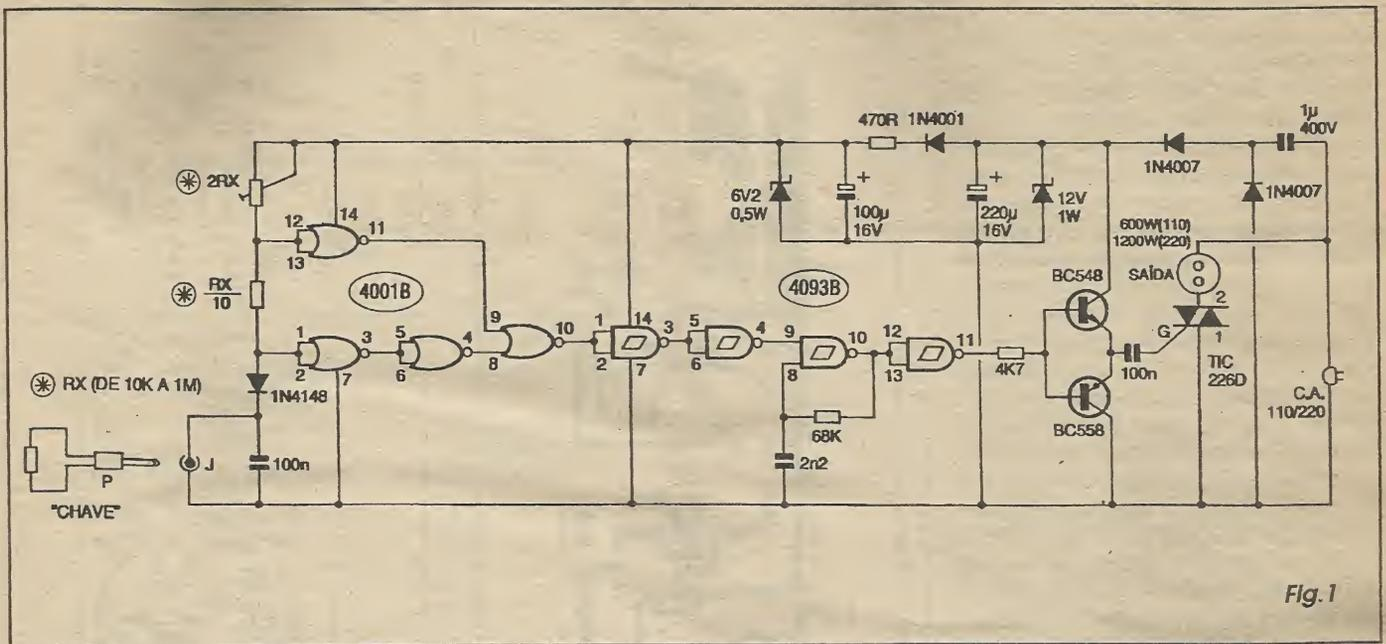

Fig. 1
- **FIG. 1 - DIAGRAMA ESQUEMÁTICO DO CIRCUITO** - O *esquema* mostra a surpreendente simplicidade do circuito, incluindo a própria chave/segredo, consubstanciada num mero resistorzinho (valor entre 10K e 1M) inserível através de um pequeno plugue universal (P2). Desde já é importante notar que atribuímos a notação **Rx** para o resistor/chave, cujo valor está obrigatoriamente relacionado com os de outros dois componentes do circuito: **Rx/10** e **2Rx**, respectivamente representados por um outro resistor fixo, interno, e por